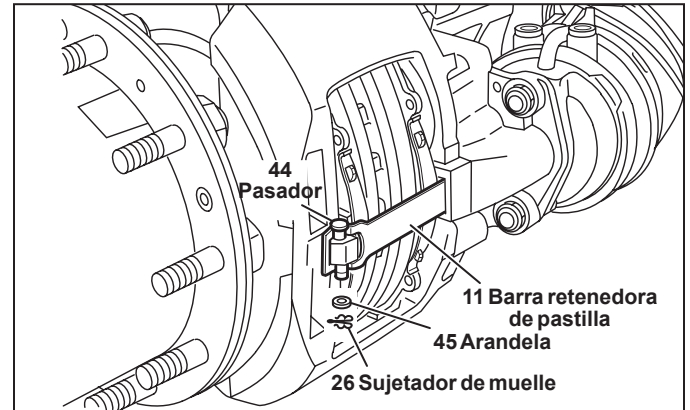

Figura 34 – Extracción de la barra retenedora de pastillas
- 5.2.4 *Consulte la figura 34.* Retire y deseche el sujetador de muelle (26) y la arandela (45).
Ensamblados equipados con sensor de desgaste: instale la barra retenedora de la pastilla (11) de manera que el cable corto conectado a la pastilla interior pase sobre la parte superior de la barra retenedora de la pastilla (11) y el cable largo conectado a la pastilla exterior pase por debajo del lado izquierdo de la barra retenedora (consulte la figura 34).